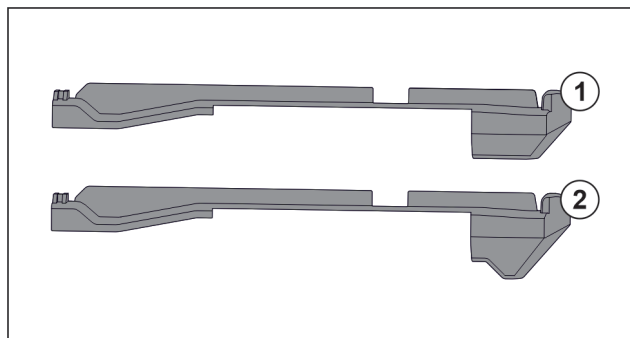

Fig. 83 Sammenligning av påsettsingsdeler
I apparatet finnes to ulike påsettsingsdeler. Påsettsingsdel over en nederste skuffen Fig. 83 (2) har en trekantet kant. Alle andre påsettsing Fig. 83 (1) har en rett kant.
- ▶ Anbring påsettsingsdel Fig. 83 (2) med trekantet kant over nederste skuff.
- ▶ Anbring påsettsingsdel Fig. 83 (1) med rett kant til alle andre steder.